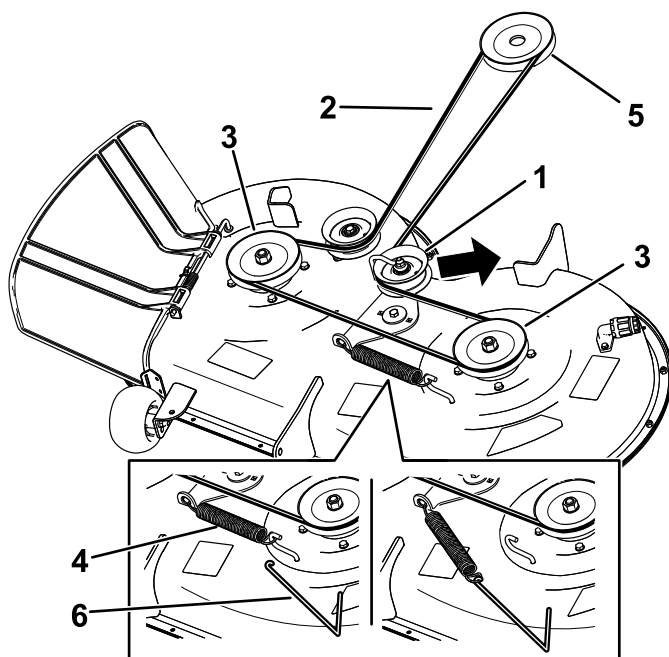

Bild 57
2. Schraube (3)
6. Entfernen Sie die Spannscheibenfeder mit einem Werkzeug zur Federentfernung (Toro Bestellnummer 92-5771) vom Mähwerkhaken, um die Spannung von der Spannscheibe zu nehmen, und rollen Sie den Riemen von den Spannscheiben (Bild 57).
7. Verlegen Sie den neuen Riemen um die Motor- und Mähwerkriemenscheiben (Bild 57).
8. Setzen Sie die Spannscheibenfeder mit einem Werkzeug zur Federentfernung (Toro Bestellnummer 92-5771) auf den Mähwerkhaken, um die Spannscheibe und den Mähwerkriemen zu spannen (Bild 57).